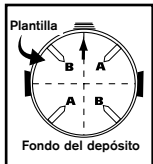
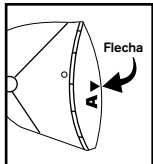

FIGURA 1
FIGURA 2
3. Coloque el tanque boca abajo en el suelo. Coloque las patas de las ruedas aproximadamente a 45 grados de una línea imaginaria entre la sujeción de la entrada y el ensamblaje de la manija. Véase la **FIGURA 1** para la colocación.
4. Tome la pata de la rueda marcada con la letra A y alinéela como se muestra en la **FIGURA 1**. Véase la **FIGURA 2** para el marcado de la pata de la rueda.
5. Tome las bases de la rueda marcadas con la letra A y alinee la flecha sobre la base **FIGURA 2** con la flecha en la plantilla también marcada con la letra A **FIGURA 3**.